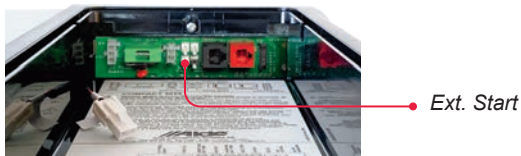

fig. 4
5. Kontakten med grön och gul ledning kopplas ihop med medföljande förlängningskabel (fig. 1, F). Kabeln ansluts sedan till pannans Ext. Start-kontakt (fig. 4) och indikerar om filtret är aktivt på manöverpanelen vid flöde från vattenpumpen.